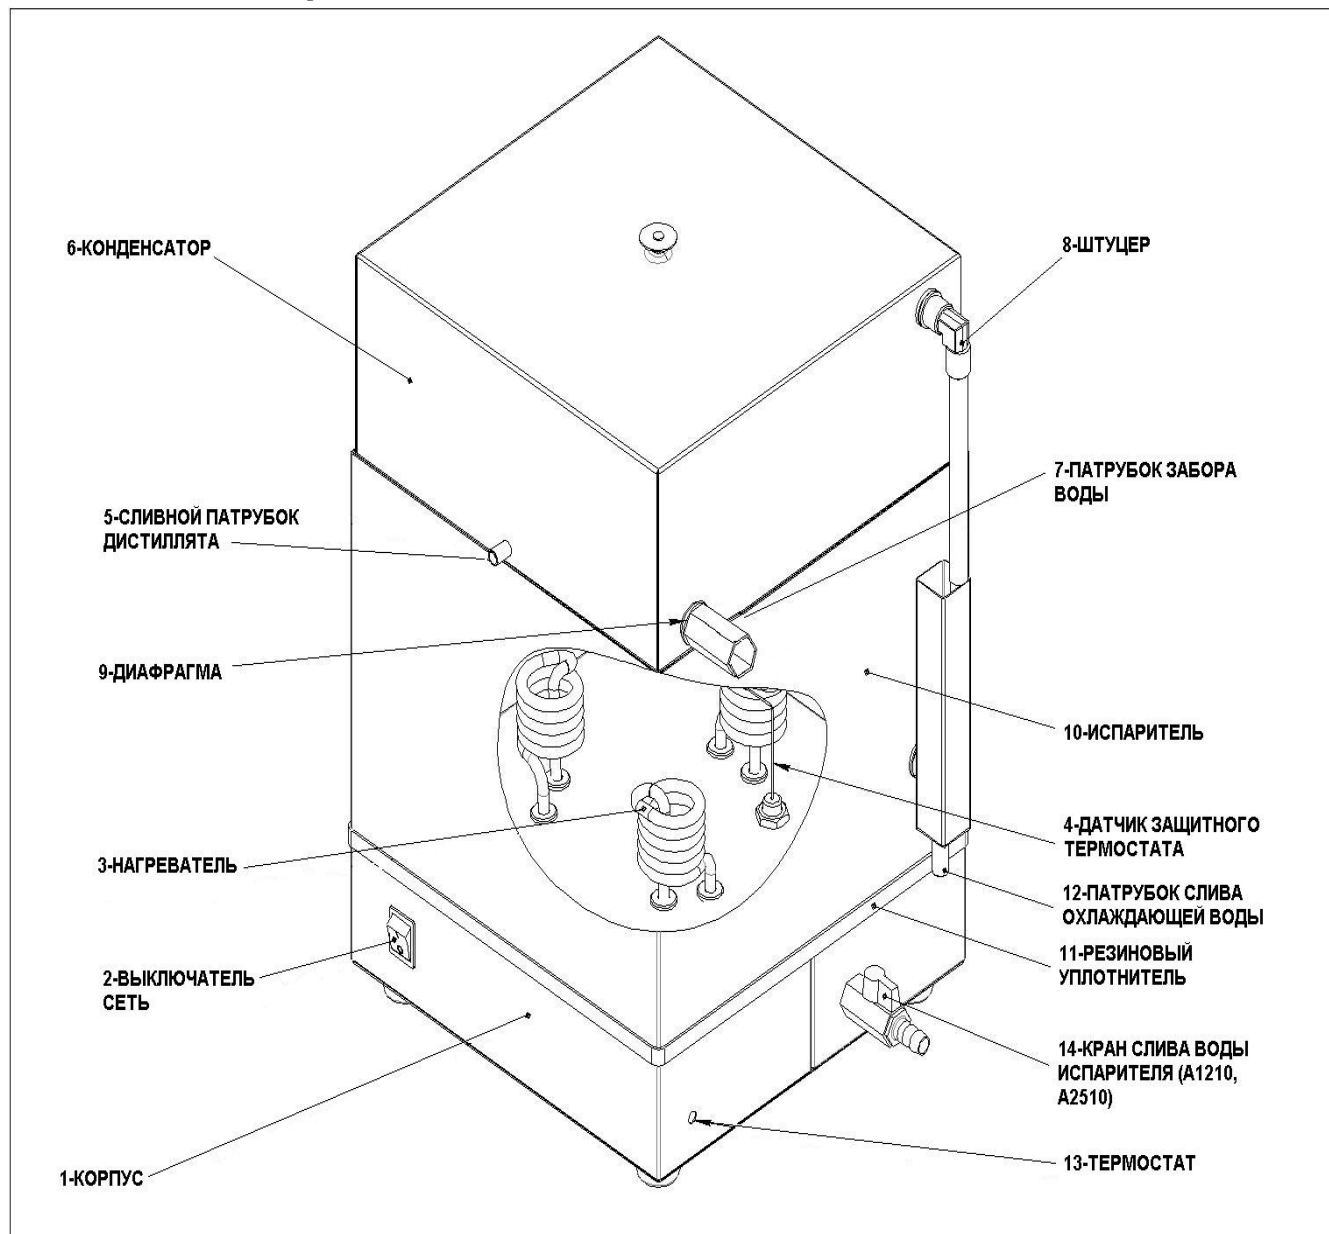

Рисунок 1. Устройство аквадистилляторов электрических Liston A 1204, Liston A 1210, Liston A 1225, где:
- 4.2.1. Перед включением аквадистиллятора в работу необходимо подключить его к водопроводной сети через Патрубок 7 (Рисунок 1) и дождаться вытекания воды из Патрубка слива охлаждающей воды 12, к которому подключается шланг отвода охлаждающей воды. Регулировка расхода воды осуществляется автоматически с помощью Диафрагмы 9.
- 6.13. Подключить шаровый кран 1/2" (входит в комплект поставки) через уплотнительную ленту к Патрубку 7 (рисунок 1).